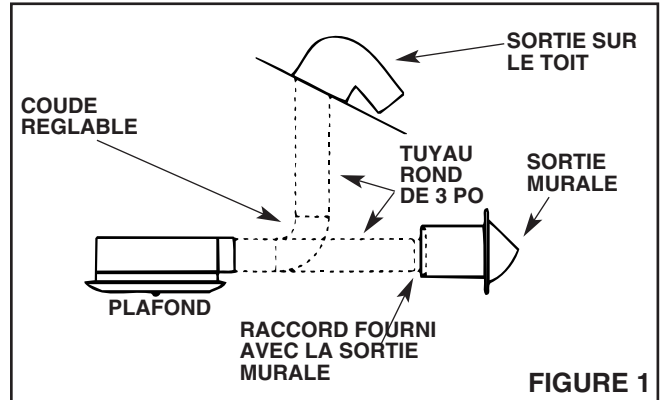
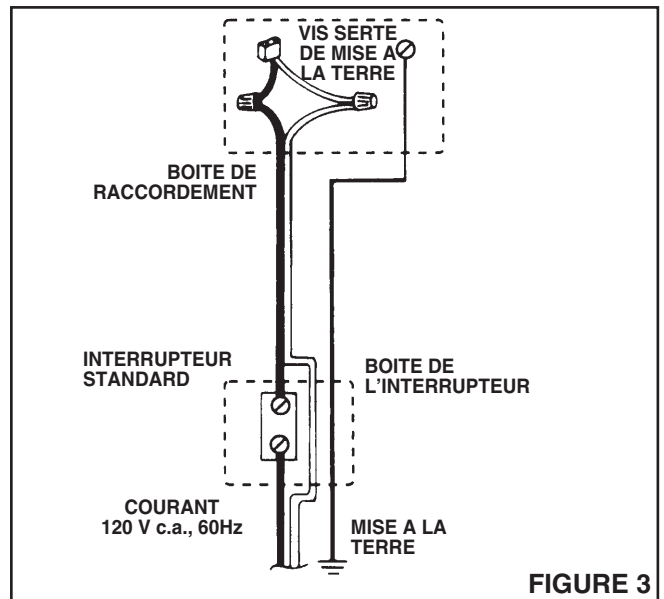

FIGURE 1
FIGURE 3
- Voir la Figure 3. Installer du fil 120 V c.a., 60 Hz entre l'interrupteur mural et le boîtier du ventilateur. Retirer le couvercle de la boîte de raccordement du boîtier et raccorder les fils à l'aide de connecteurs – blanc avec et noir avec noir. Raccorder le fil de mise à la terre à la vis verte de la boîte de raccordement. Replacer le couvercle de la boîte.
2. Voir les Figures 1 et 2 pour l'installation du conduit et la Figure 3 pour la mise en place du fil électrique.